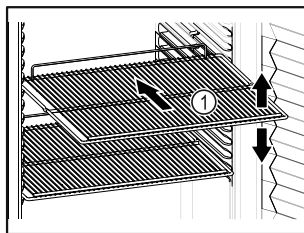

Fig. 62 Примерно изображение
- Ако стелажите за съхранение Fig. 62 (1) могат да се местят, регулирайте ги според височината.